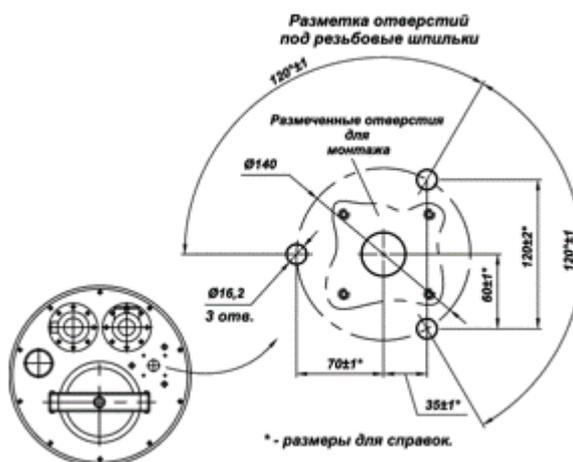

Рисунок 33
3. Просверлить отверстия под резьбовые шпильки DIN 975 согласно рисунку (Рисунок 33). Приведенные размеры носят рекомендательный характер и зависят от конкретного конструктивного исполнения крышки заливной горловины.